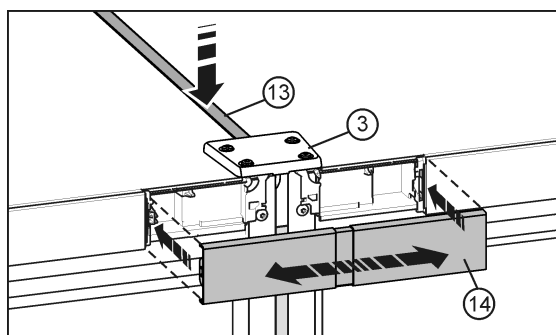

Fig. 27
- Sur la face supérieure, pousser la baguette courte Fig. 27 (13) dans la fente. La baguette doit affleurer sur la face avant avec la plaque de jonction Fig. 27 (3).
- Faire encliquer le cache Fig. 27 (14) sur l'espace encore ouvert des deux caches du panneau de commande. Veiller à ce que les parois extérieures du cache affleurent avec les caches du panneau de commande. A cet effet, le cache est télescopique.